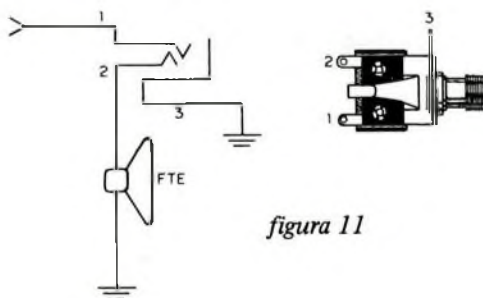

figura 11
i) A conexão ao receptor é feita por um plugue (J1) de acordo com o jaque de saída de som. Nos rádios comuns, a conexão do fone desliga automaticamente o alto-falante, pois é usado um jaque do tipo circuito-fechado. Se seu rádio não tiver este jaque você pode adaptá-lo, conforme mostra a figura 11.